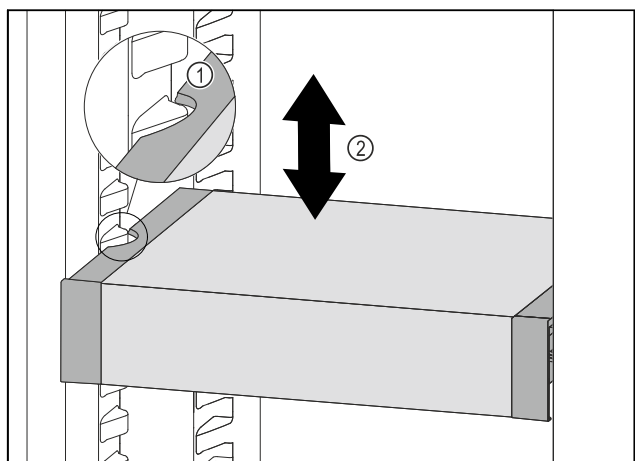

Fig. 116
- ▶ VarioSafe ťahajte dopredu, dokým sa bočné vybrania VarioSafe nebudú nachádzať vo výške rebra nádoby v chladničke. Fig. 116 (1)
- ▶ VarioSafe v chladničke presúvajte nahor alebo nadol, dokým sa dosiahne požadovaná výška. Fig. 116 (2)